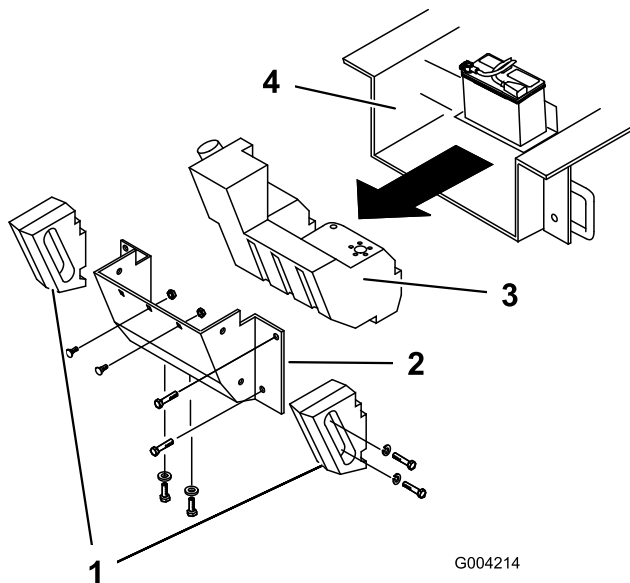

Bild 58
Im Laufe der Zeit sammelt sich im Rahmen unter dem Motor Schmutz und Rückstände an, die entfernt werden müssen. Öffnen Sie die Motorhaube und untersuchen Sie die Stellen unter dem Motor regelmäßig mit einer Taschenlampe. Führen Sie die folgenden Schritte aus, wenn die Schmutzschicht 3 oder 5 cm dick ist (siehe Bild 58):
4. Entfernen Sie die Schrauben, Scheiben und Sicherungsscheiben, mit denen die beiden seitlichen Gewichte befestigt sind und entfernen Sie die Gewichte (Bild 58).
7. Entfernen Sie die sechs Muttern und Schrauben, mit denen die hintere Abdeckung befestigt ist und nehmen Sie die Abdeckung ab (Bild 58).
10. Schieben Sie den Kraftstofftank nach hinten (Bild 58).
16. Schieben Sie den Kraftstofftank halb durch in den Rahmen (Bild 58).
21. Setzen Sie die hintere Abdeckung wieder auf und befestigen Sie sie mit den vorher entfernten sechs Schrauben und Muttern (Bild 58).
23. Befestigen Sie die Seitengewichte mit den vorher entfernten Schrauben, Scheiben und Sicherungsscheiben (Bild 58).